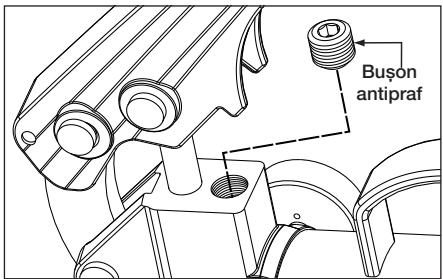

Figura 12, Valva de înaltă presiune (P-18 și P-39)
- Dor la modelul P-84:** Instalați un manometru de 0-1.000 bari [0-15.000 psi] la portul „A” al pompei. Instalați un bușon de țeavă în portul „B” al pompei. Mutăți maneta valvei de control în poziția (A).
- La modelele P-18 și P-39, valva de înaltă presiune este amplasată pe suprafața superioară a capului pompei. Vedi figura 12.